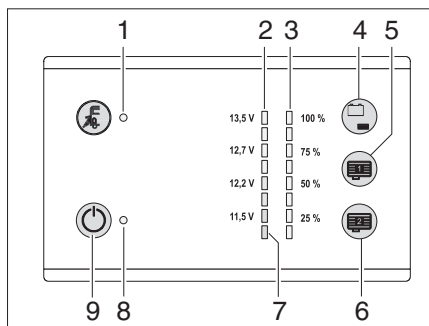

Fig. 91 Panel LT 101 / LT 102
El nivel de llenado del depósito de agua se puede consultar con la tecla táctil (Fig. 91,4).
- Tocar la tecla táctil (Fig. 91,4): El nivel de llenado del depósito de agua se visualiza en cuatro niveles con los LEDs (Fig. 91,3) (25 % a 100 %).
El LED de advertencia rojo (Fig. 91,7) parpadea en cuanto la tensión de la batería del habitáculo es solamente 11 V (medida en funcionamiento) y con ello la descarga total inminente.
Con la tecla táctil (Fig. 91,4) se puede consultar el estado de carga de la batería del habitáculo.
Indicar: ■ Tocar la tecla táctil (Fig. 91,4): Se muestra el estado de carga de la batería del habitáculo.
El interruptor principal de 12 V (Fig. 91,9) conecta y desconecta el panel y la alimentación de 12 V del habitáculo.
Conectar: ■ Tocar la tecla táctil (Fig. 91,9): La alimentación de 12 V del habitáculo está conectada. La luz de control (Fig. 91,8) se enciende de color verde.
Desconectar: ■ Tocar la tecla táctil (Fig. 91,9) de nuevo: La alimentación de 12 V del habitáculo está desconectada. Se apaga la luz de control de 12 V (Fig. 91,8).
- ▷ Si el LED de advertencia de descarga total (Fig. 91,9) parpadea, la alimentación no puede ser conectada, ya que la tensión de la batería es demasiado baja.